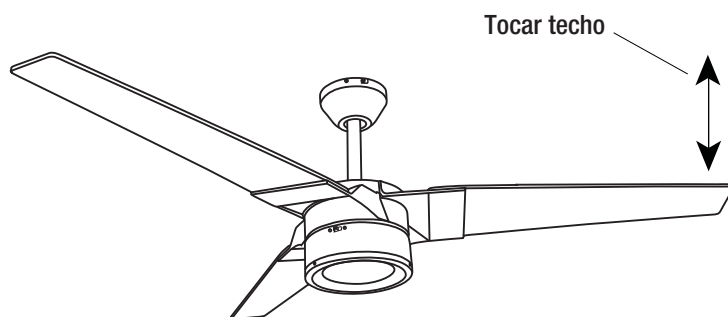

Figura 15
- La mayoría de problemas de bamboleo ocurren cuando los niveles de las aspas son desiguales. Compruebe este nivel seleccionando un punto en el techo sobre la punta de una de las aspas. Mida esta distancia como se muestra en la Figura 15. Gire el ventilador hasta que la siguiente aspa esté ubicada para medición. Repita para cada aspa. Las medidas deben estar dentro de 1/8 pulg (3 mm).